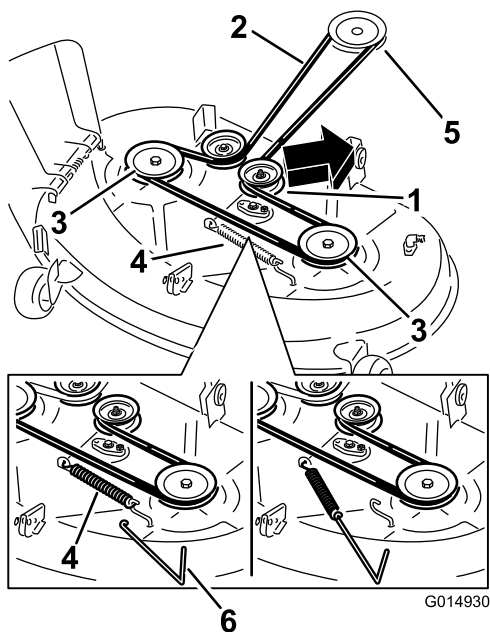
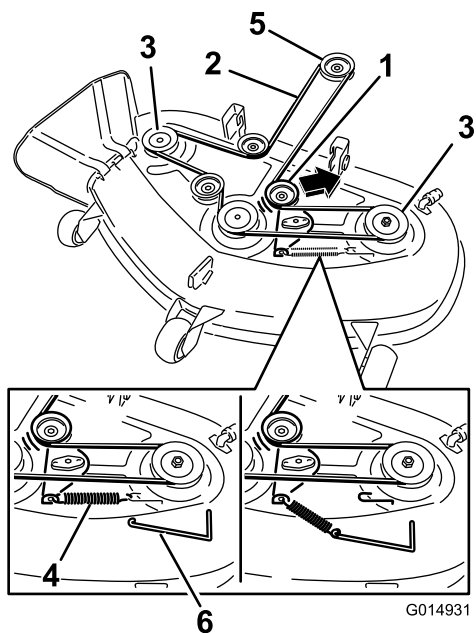

Figure 71
Figure 72
- À l'aide d'un outil de dépose de ressort, décrochez le ressort du crochet sur le plateau pour éliminer la tension sur la poulie de tension et déchaussez la courroie des poulies (Figure 71 et Figure 72).
5. Acheminez la courroie neuve autour des poulies du moteur et du plateau de coupe (Figure 72).